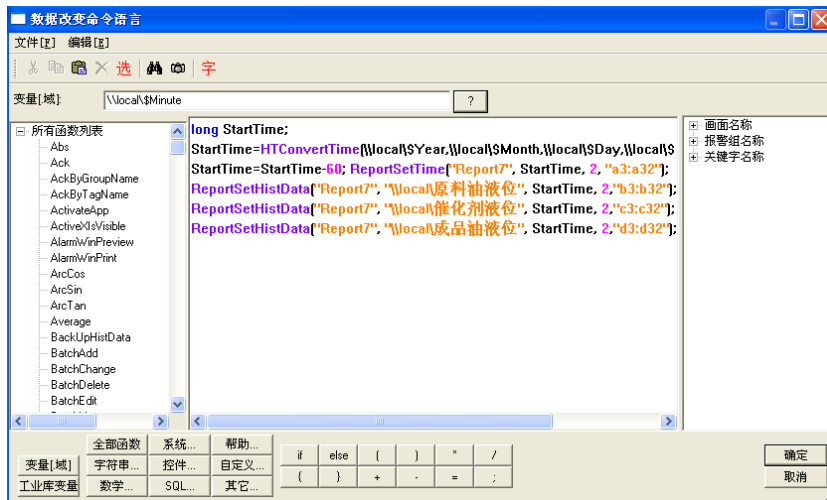

图 8-28
5、在工程浏览器窗口左侧“工程目录显示区”中选择“命令语言”中的“数据改变命令语言”选项，在右侧“目录内容显示区”中双击“新建”图标，在弹出的编辑框中输入如下脚本语言，如图 8-28 所示。